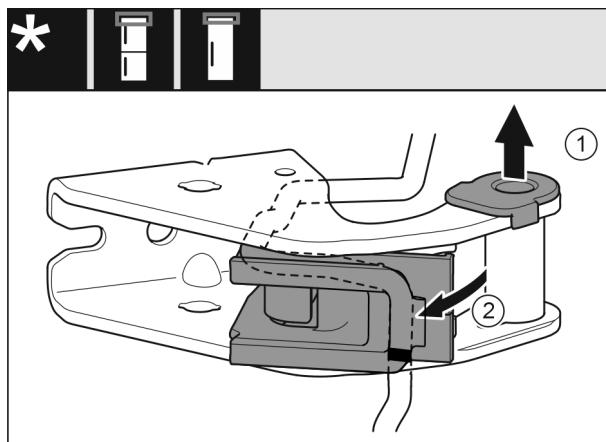

Fig. 26
- ▶ 将轴衬从导向装置拉出。Fig. 26 (1)
- ▶ 旋出电缆支架。Fig. 26 (2)